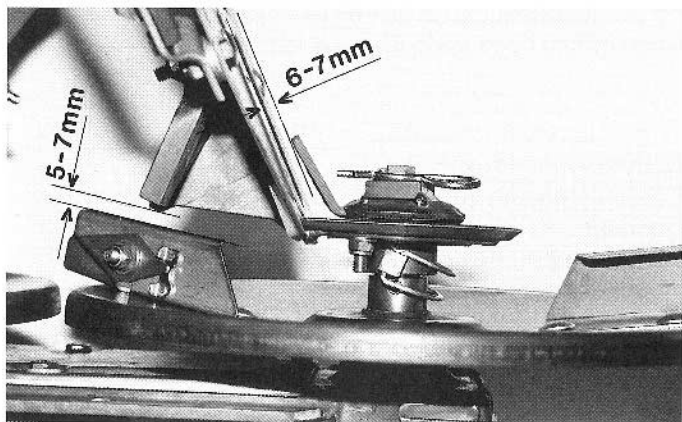

Fig. 9.4
7. Kontrollera regelbundet inställningsmått enligt fig 9.4:
- Vid montering av utmatarhuvudet måste rotationsriktningen beaktas. Utmatarfingret är försett med en hårdmetall-svetssömm (9.9/5). Denna måste peka i rotationsriktningen. Utmatarfingret måste ha ett avstånd på 6-7 mm till behållaren (se fig. 9.4), utmatarhuvudet får inte ligga emot behållaren på något ställe.